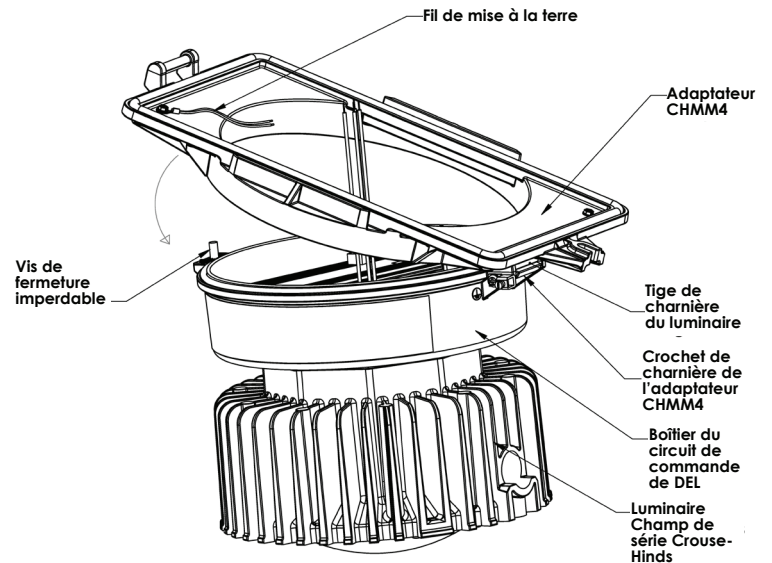

Figure 1
4. Installez l'adaptateur CHMM4 sur le boîtier du circuit de commande de DEL du luminaire Champ® de série Crouse-Hinds en capturant la tige de charnière du luminaire dans le crochet de la charnière de l'adaptateur, comme montré à la Figure 1. Veillez à ce que l'adaptateur soit concentrique au luminaire lorsque vous le fixez. Vissez la vis de fermeture captive dans l'adaptateur de manière à ce que les bossages de l'adaptateur et du boîtier du circuit de commande soient d'abord enfoncés, puis serrez au couple de 8,9 N•m (79 po-lb).